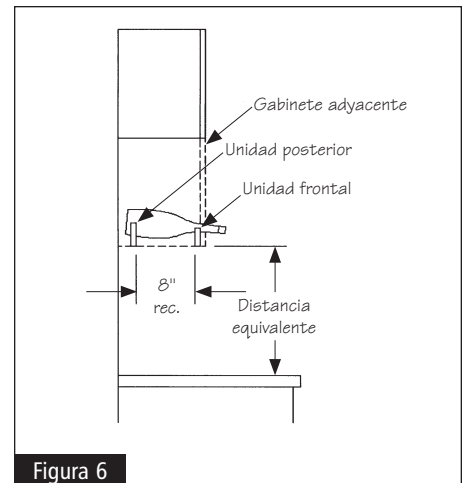

Figura 6
- 2** Las unidades deben montarse con la unidad frontal (pequeña) al frente y la unidad posterior (grande) de 8" (recomendada) detrás. La parte inferior de las unidades debe quedar a la misma distancia de la cubierta. Vea la figura 6.